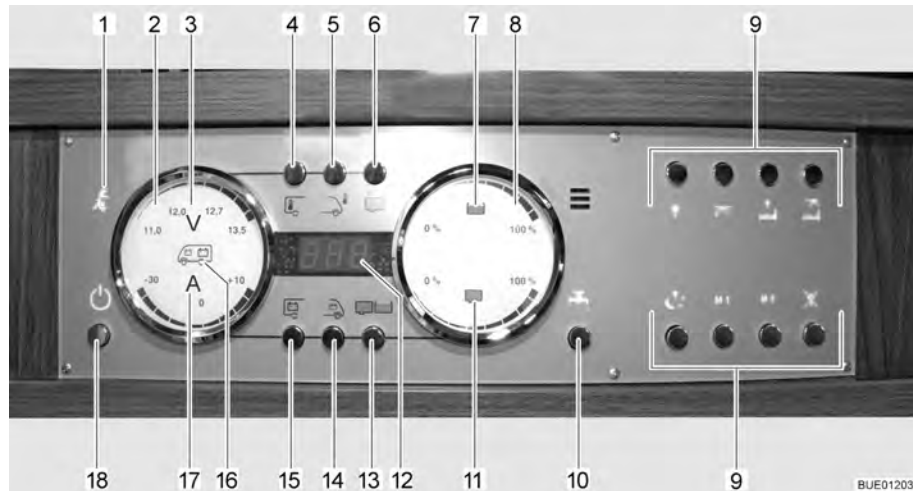

Bild 107 Panel LT 510
230 V-kontrollampan (Bild 107,1) lyser när nätspänningen ligger på el-blockets ingång.
Med huvudbrytaren 12 V (Bild 107,18) kopplas panelen och bodelens 12 V-försörjning till eller från.
- Tryck kort på knappen 12 V-försörjning (Bild 107,18). 12 V-försörjningen för bodelen är påslagen. Kontrollampan "12 V" lyser.
- ▷ Efter aktivering av försörjningen: om lysdioden "11,0" för voltindikeringen samt symbolen volt "V" (Bild 107,3) på indikeringsinstrumentet för batterierna (Bild 107,2) blinkar är bodelsbatteriets spänning för låg. Ladda batteriet.
- ▷ Efter aktivering av försörjningen: om kontrolllampan "12 V" och symbolen volt "V" (Bild 107,3) blinkar tre gånger är batterifrånkopplingen aktiverad. Avaktivera batterifrånkopplingen.
- Tryck kort på knappen 12 V-försörjning (Bild 107,18). 12 V-försörjningen för bodelen är avstängd. Kontrolllampan "12 V-försörjning" slocknar.
- Tryck på knappen bodelsbatteri (Bild 107,15) och håll den intryckt i ca 10 sekunder. Symbolen volt "V" (Bild 107,3) och kontrolllampan "12 V" blinkar tre gånger. Bodelsbatteriet är frånkopplat från 12 V-nätet.
- Tryck på knappen 12 V-försörjning (Bild 107,18) och håll den intryckt i ca 5 sekunder. Symbolen volt "V" (Bild 107,3) och kontrolllampan "12 V" blinkar tre gånger. Bodelsbatteriet är anslutet till 12 V-nätet. Kontrolllampan tänds efter ca 5 sekunder.
- Tryck på knappen bodelsbatteri (Bild 107,15). Symbolen volt "V" (Bild 107,3) lyser. Symbolen ampere "A" (Bild 107,17) är vit eller röd beroende på laddning eller urladdning. Batterispänningen och strömmen för bodelsbatteriet visas via lysdioderna på indikeringsinstrumentet.
- Tryck på knappen startbatteri (Bild 107,14). Symbolen volt "V" (Bild 107,3) lyser. Startbatteriets spänning visas via lysdioderna på indikeringsinstrumentet.
- Tryck på knappen tank (Bild 107,13). Symbolerna vattentank (Bild 107,7) och avloppstank (Bild 107,11) lyser. Nivån i vattentanken (övre skala) och i avloppstanken (nedre skala) visas via lysdioderna på indikeringsinstrumentet.
Tanklarm Symbolen vattentank (Bild 107,7) eller symbolen avloppstank (Bild 107,11) blinkar när vattentanken är tom eller när avloppstanken är full.
Via den digitala indikeringen (Bild 107,12) kan innetemperaturen och utetemperaturen avläsas.
Indikeringar: ■ Tryck på knappen innetemperatur (Bild 107,4). Innetemperaturen visas.
■ Tryck på knappen utetemperatur (Bild 107,5). Utetemperaturen visas.